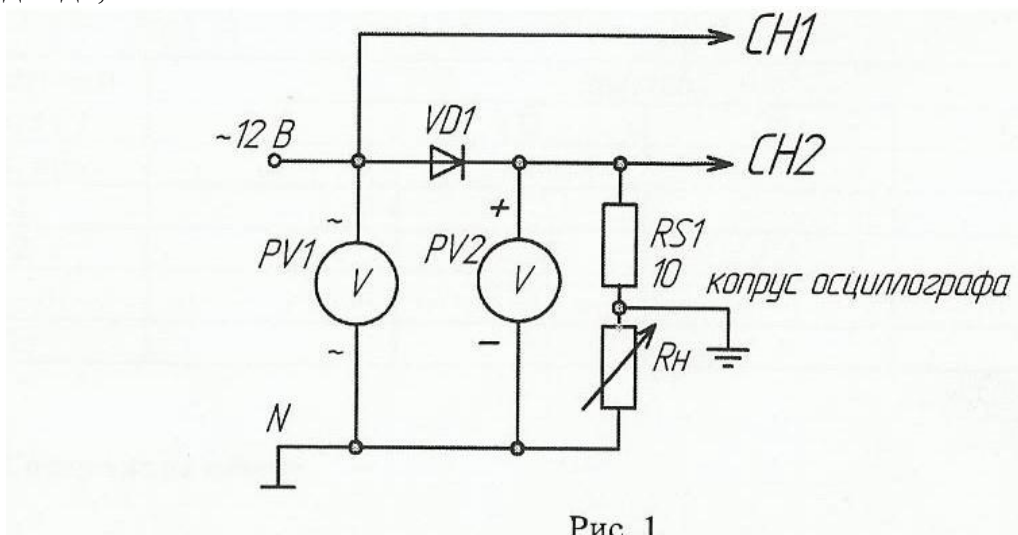

Рис. 1
5. Почему на схеме рис. 1 и 2 по-разному включены измерительные приборы?
А) собрать схему выпрямителя по рис.1. В качестве вольтметров использовать мультиметры: PV1 в режиме измерения переменного напряжения, PV2 в режиме измерения постоянного напряжения. Подключить входы осциллографа. Установить синхронизацию от сети. На экране осциллографа Вы увидите осциллограммы анодного тока и напряжения на диоде;